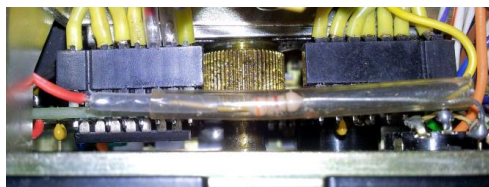

Figura 4
- Enchufe con cuidado las dos conexiones de conectores macho (J2201 und J2202) de nuevo a la nueva placa de la pantalla (véase la figura 4).
- Cubra la parte inferior del condensador variable con un paño para evitar que las limaduras entren en la unidad. (ver figura 4).